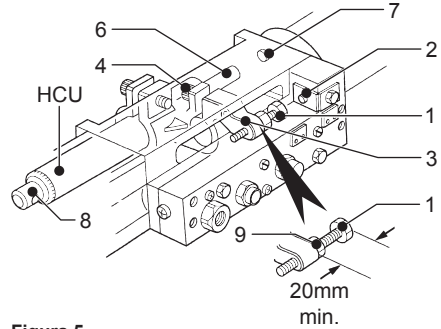

Figura 5
- Use (1), en la Figura 5, para ajustar definitivamente la profundidad.
- Inmovilice usando (9), en la Figura 5.
- Ajuste la separación entre (2) y (3), en la Figura 5, de manera que iguale la profundidad de roscado MÁS la distancia del macho sobre la pieza.